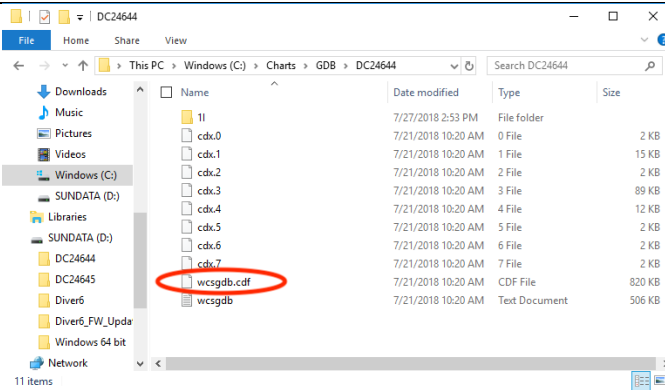

Figura 76 Archivo de índice de gráfico
2. Haga clic en Aceptar (Figura 76) cuando haya terminado.